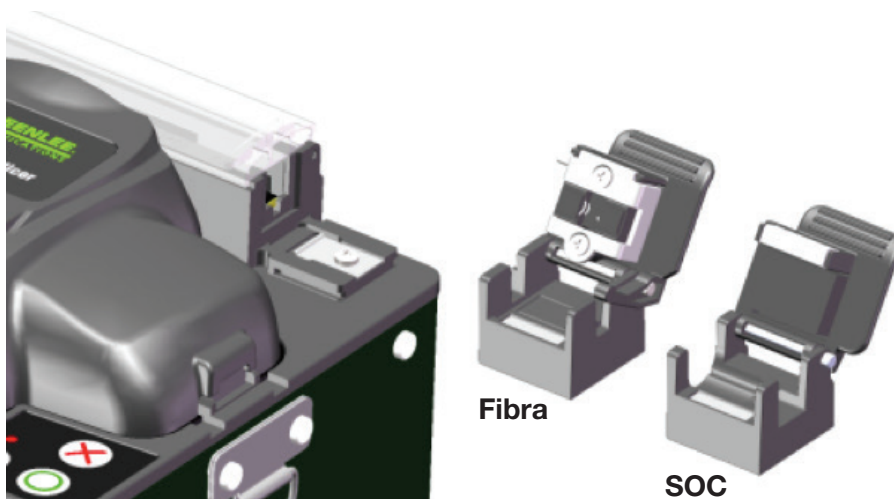

Figura 7
8. O adaptador do aquecedor é um componente destacável (Figura 7). Mude a tampa direita do adaptador do aquecedor de SOC.